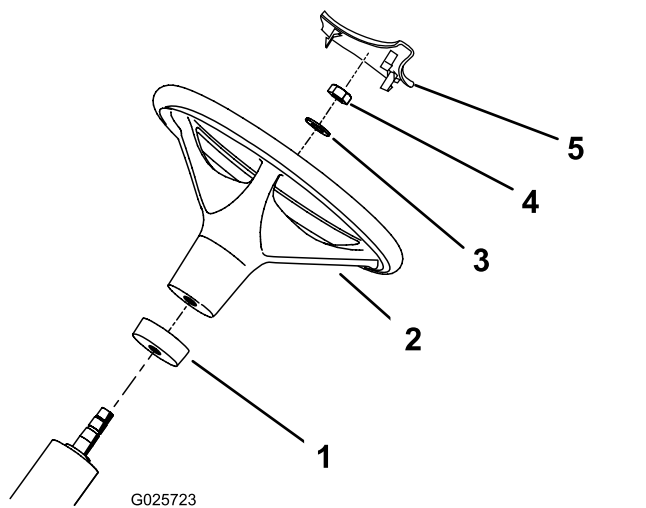

Figura 3
2. Glisai inelul din spumă, începând cu partea mai mică, pe arborele de direcție (Figura 3).
3. Glisai volanul pe arborele de direcție (Figura 3).
4. Fixai volanul de arborele de direcție cu o aibă și o contrapiuliă (Figura 3).
6. Apăsai capacul volanului în poziție pe volan (Figura 3).